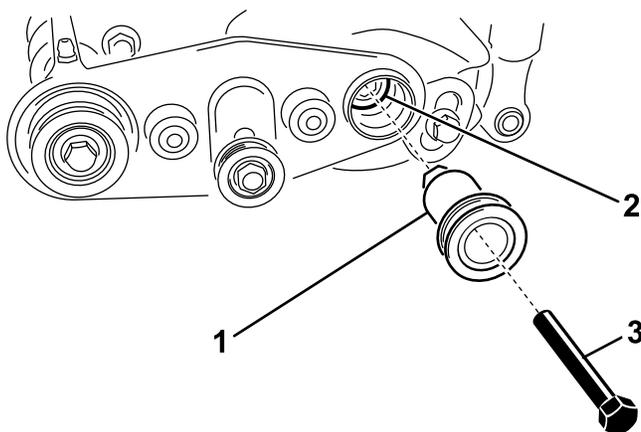

Figura 8
A. Insira a polia da transmissão no orifício do apoio da escova direita e rode-a como necessário até que deslize para a transmissão da escova; consulte a Figura 8.
B. Aplique composto anti-gripagem nas roscas dos parafusos sextavados e fixe a polia de transmissão na transmissão da escova com o parafuso sextavado como se mostra na Figura 8; aperte com uma força de 8 a 9 Nm.